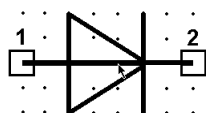
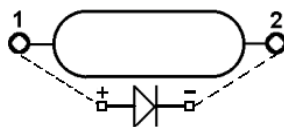
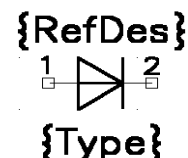

Рис. 13 (Сетка = 2,5 мм)
Рис. 14
Рис. 15
Распайка выводов символа DIOD (рис.13) на ножки ПМ KD403A показаны на рис.14.
5. Щелкнуть LB на Finish и изменить графику символа в соответствии с рис.13 (рис.15).